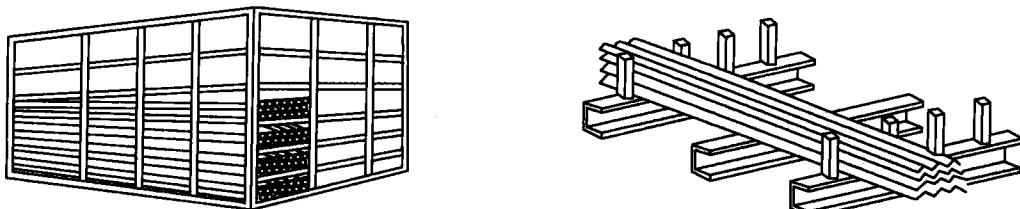

图 1-3 钢管和角钢堆放法
2) 如图 1-3 所示，钢管和角钢一般堆放在室内格架中，按牌号规格放入相应的格架栏中，并涂上油类以防止锈蚀。